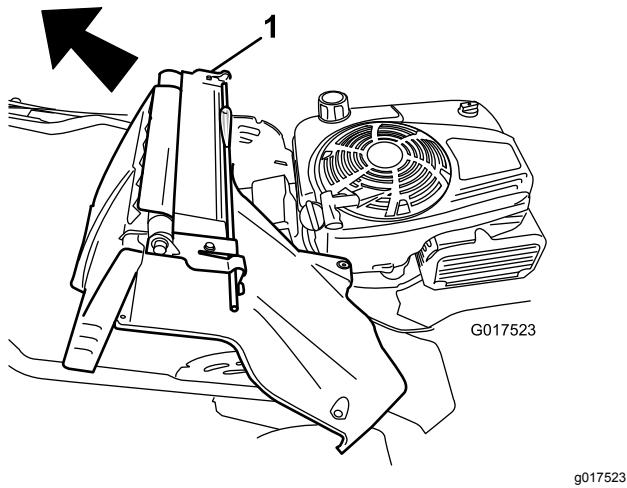

Figura 37
- Rimuovete il gruppo leva del blocco della maniglia e sportello posteriore (Figura 37).